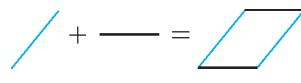

Рис. 1
(5) Для поворотов предыдущее утверждение неверно. Если повернуть одно из слагаемых, сумма изменится уже существенно.
**Пример 1.** Сумма Минковского двух непараллельных отрезков – параллелограмм (рис.1).